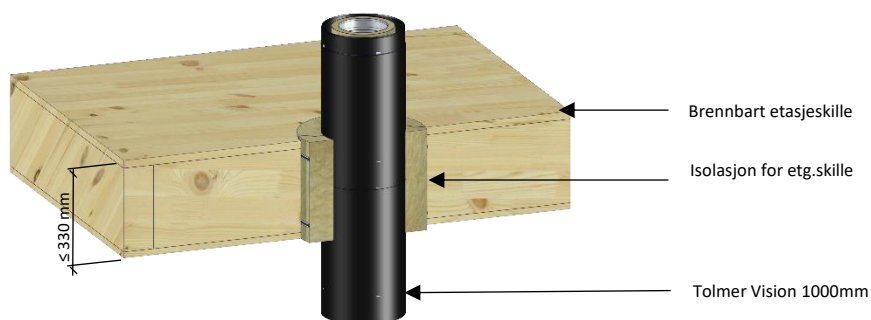

Fig.4:
**I etasjeskille området skal det overholdes en avstand til brennbare bygningsdeler på minst 50 mm.** Dette området må isoleres komplett med isolasjon for etg.skille (se Fig. 4) OBS!! tykkelse på isolasjon for etg.skille er 80mm.